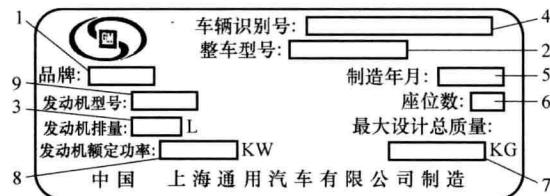

图 2-2 车辆识别标牌
2) 右前门下方车身上的铭牌，如图 2-2 所示，上面标注有座位数、车辆总质量、车型号、发动机型号、发动机排量、出厂日期及车辆识别号 (VIN)。